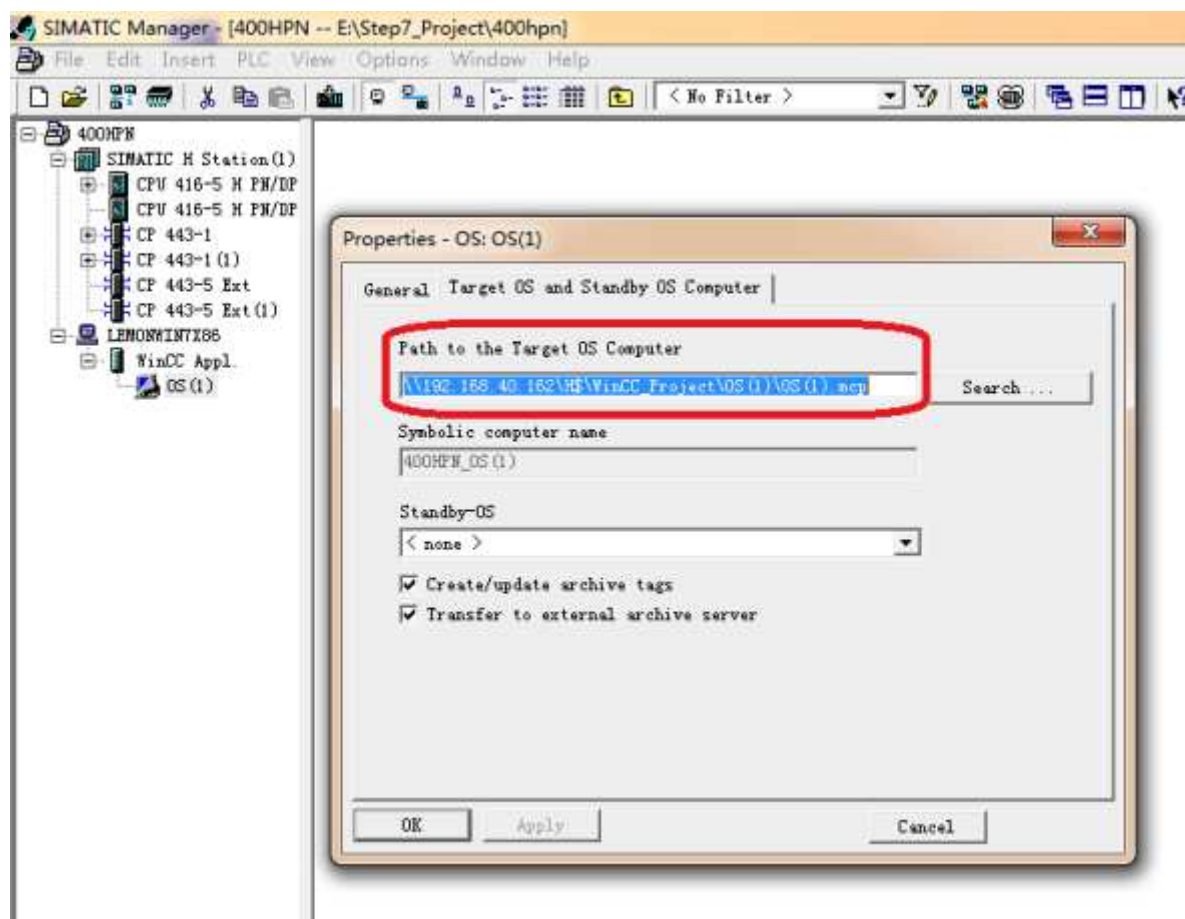

图5
(C) 在OS属性中设置WinCC项目在OS站的存储路径，如图5所示。